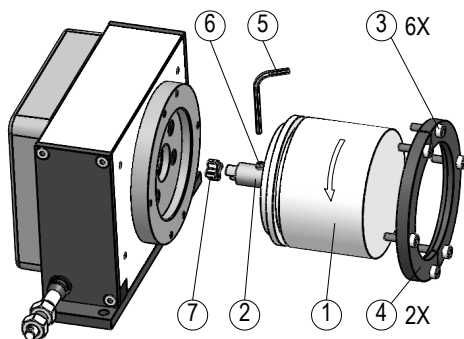

Abb. 4: Montage eines Gebers
Das Seilzugsystem ist für die Montage eines Inkrementalgebers oder eines Absolutwertgebers/Winkelcodierers vorbereitet (Abb. 4).
1. Für die Justage des Referenzpunktes lockern Sie die Schrauben  (siehe Abb. 4) bis der Geber sich drehen lässt.